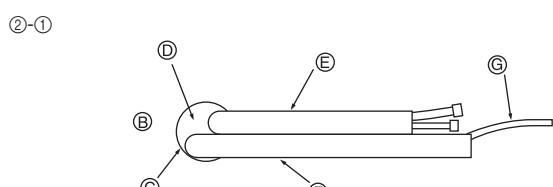

Fig. 3-5
- ② Tuyautage gauche et arrière gauche
- ②-① Pour le tuyautage arrière gauche, sortir les tuyaux de l'orifice pour déterminer leur longueur correcte puis les couder. L'appareil intérieur devrait être installé sur la structure de montage mural. (Fig. 3-5)